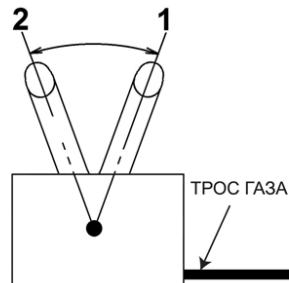

Рис. 12 Положения рычага газа
3. Переведите рычаг газа 7 (Рис. 1) на 1/3 хода в сторону положения максимальных оборотов двигателя (Рис. 12).
- Переведите двигатель в режим холостого хода, для этого переведите рычаг газа в положение 2 холостых оборотов двигателя (Рис. 12) и дайте двигателю поработать примерно 1 минуту.
1 максимальных оборотов двигателя (Рис. 12).